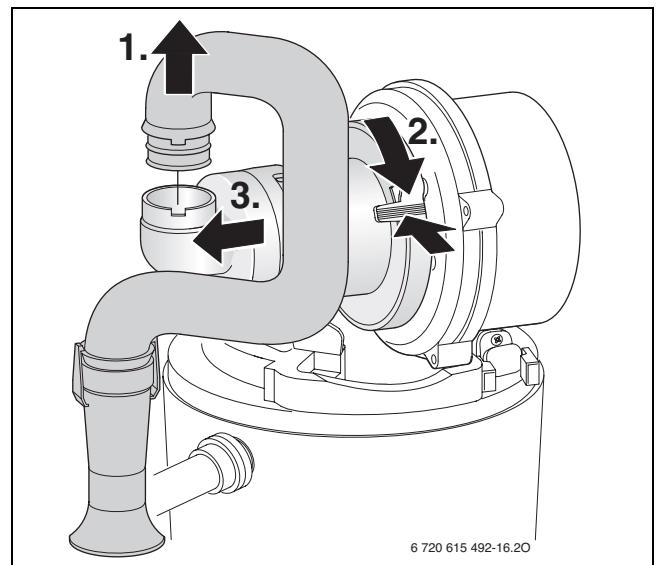
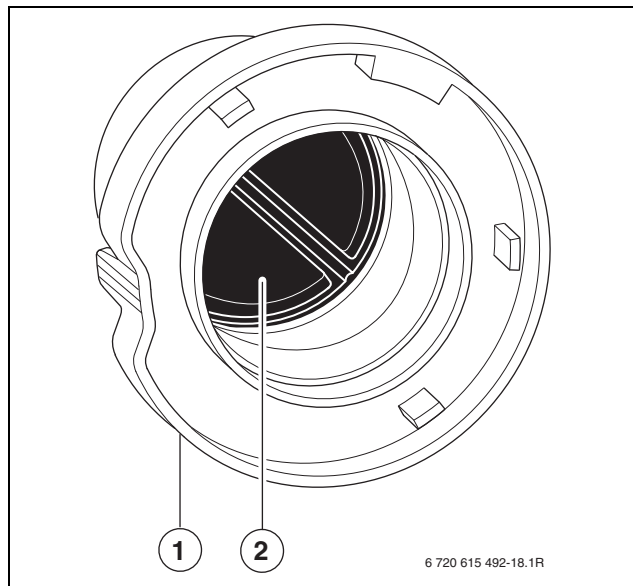

Fig. 47
Fig. 54
- ▶ Smontare il miscelatore aria/gas (fig. 54, [1]) seguendo la procedura come da fig. 47, pag. 47.